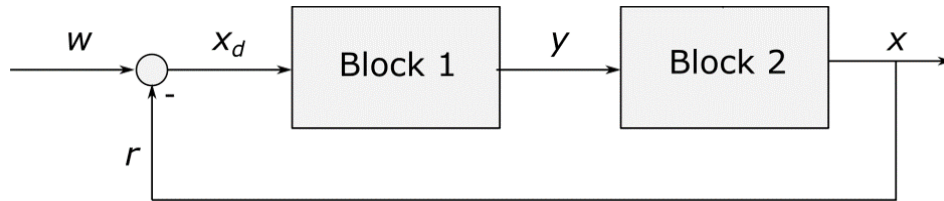

Abbildung 2: Regelkreis
1. In Abbildung 2 ist das Blockschaltbild eines Regelkreises für die Stromregelung eines elektrischen Motors dargestellt. Ordnen Sie jedem Begriff in der Tabelle auf dem Lösungsblatt die entsprechende Größe aus Abbildung 2 zu.